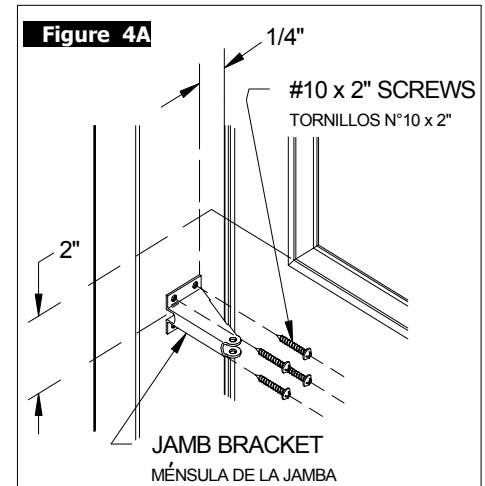

Figure 4A
A. Close the door and measure down 2" from the bottom of the window. If installing closer on a full view model door, measure 2" up from the top of the window. Mark a line and extend it over to the door jamb. Center the jamb bracket on this line, setting it back 1/4" from the Z-bar. Drill four (4) 5/32" pilot holes at these locations. Secure the jamb bracket with four (4) #10 x 2" screws to the door jamb. **Figure 4A**
A. Fermez la porte et faites une marque à 2 po. (5,0 cm.) sous la fenêtre. Afin d'installer un ferme-porte sur une porte modèle panorama, il faut mesurer 2 po d'en haut de la partie supérieure de la fenêtre. Prolongez la marque en traçant une ligne jusqu'au montant de porte. Centrez le support de montant sur la ligne et placez-le à 1/4 po. (0,6 cm.) de la barre en Z. Percez quatre (4) avant-trous de 5/32 po. (0,4 cm.) aux endroits indiqués. Fixez le montant du jambage au jambage avec quatre (4) vis N° 10x2 po. **Figure 4A**